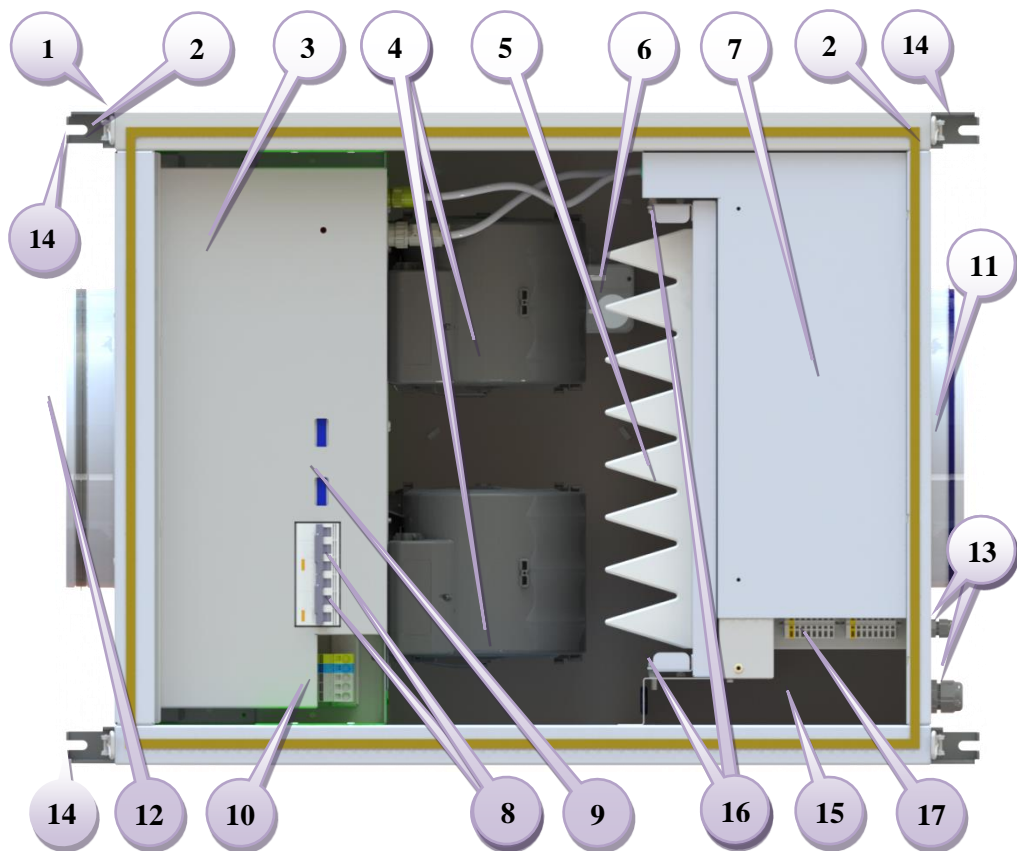

Рис. 1
Конструкция установки (См. Рис. 1) представляет собой теплоизоляционный корпус (1) со съёмной с помощью 4-х замков-защелок (2) крышкой.